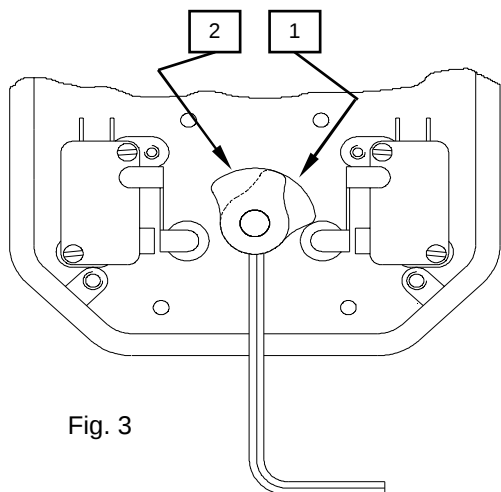

Fig. 3
- 2) Dévisser le grain de la came 1 à l'aide d'une clé hexagonale de 2mm (Fig. 3).